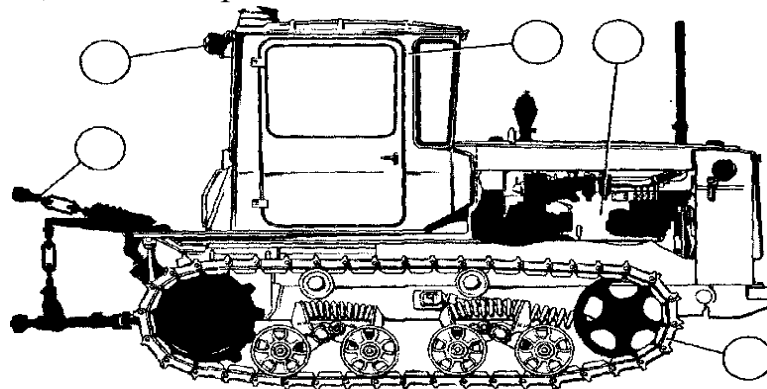

Рисунок 1
7. На рис. 1 цифрами позначте частини гусеничного трактора, які належать до: